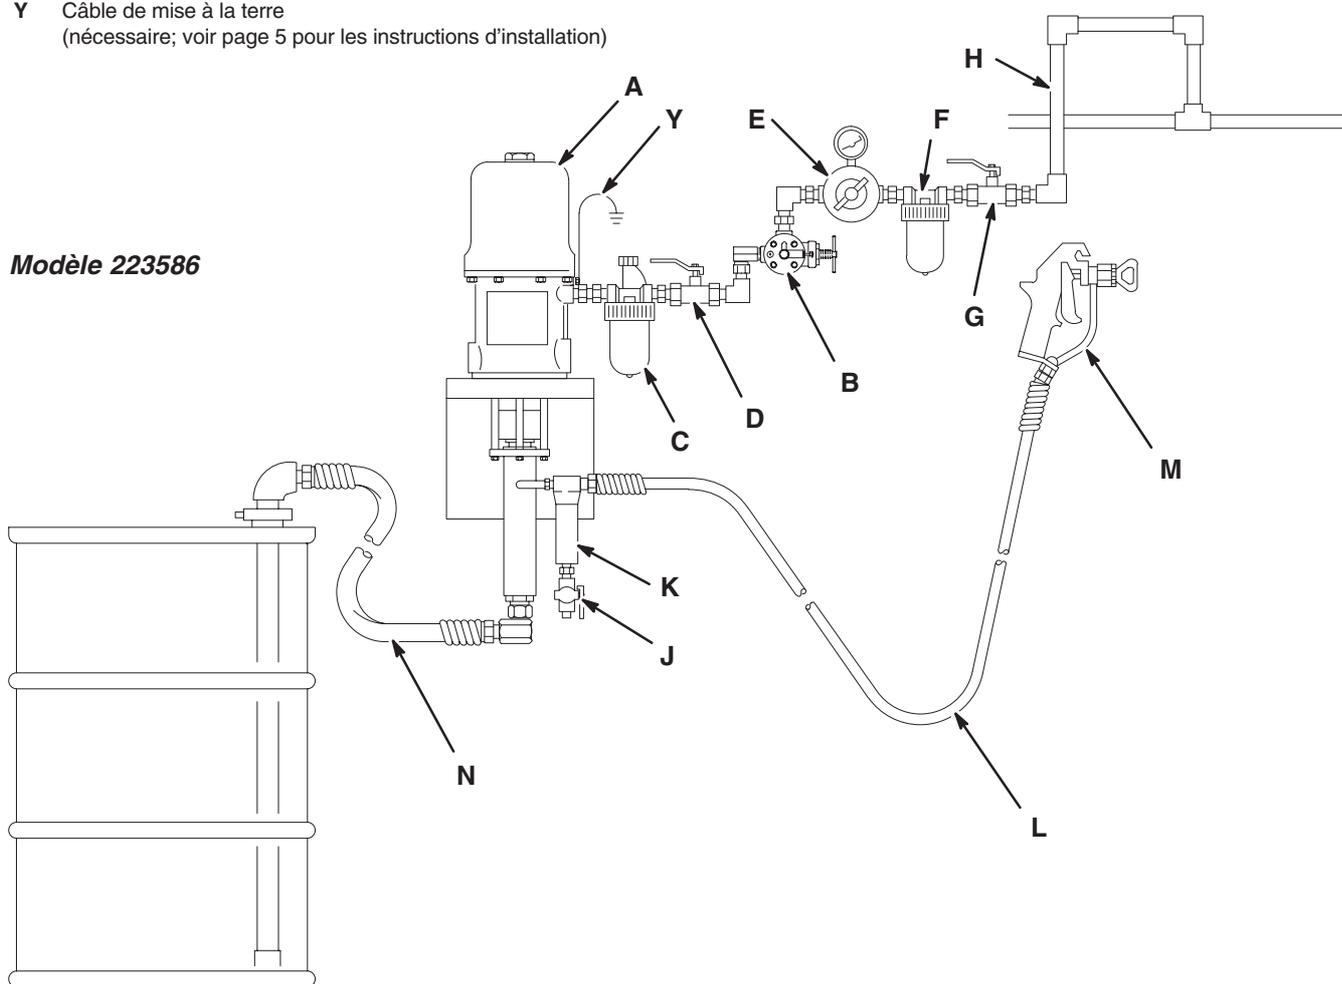

Fig. 2
La Fig. 2 constitue simplement un guide pour le choix et l'installation des accessoires et des composants du système. Prenez contact avec votre distributeur Graco afin d'obtenir de l'aide pour la conception d'un système qui réponde à vos besoins particuliers.
Se reporter au schéma d'installation type (Fig. 2).
Installer les accessoires suivants en respectant l'ordre indiqué dans la Fig. 2 et en utilisant des adaptateurs si nécessaire:
Installer les accessoires suivants dans les positions indiquées à la Fig. 2 en utilisant des adaptateurs si nécessaire:
- **Un robinet de purge produit (J)** est nécessaire dans le système pour relâcher la pression produit dans le flexible et le pistolet (voir la rubrique **MISE EN GARDE** ci-contre). Installer le robinet de purge en le dirigeant vers le bas, mais en orientant la poignée vers le haut lorsque le robinet est ouvert.
- **Un filtre produit (K)** élimine du produit les particules nuisibles.
- **Un pistolet de pulvérisation (M)** distribue le produit. Le pistolet indiqué en Fig. 2 est un pistolet de pulvérisation sans air.
2. Fermer la vanne d'air principale de type purgeur (D, nécessaire au système). Voir Fig. 2.
Voir la Fig. 2 de la page 7. S'assurer que le régulateur d'air (E) et la vanne d'air principale de type purgeur (D) sont bien fermés. **Ne pas encore installer la buse de pulvérisation!**
Il existe une vanne anti-emballement pour la pompe (B) qui ferme l'arrivée d'air à la pompe lorsque celle-ci accélère au-delà de la vitesse pré-réglée. Voir la Fig. 2 page 7. Pour plus de renseignements, contactez votre distributeur Graco.